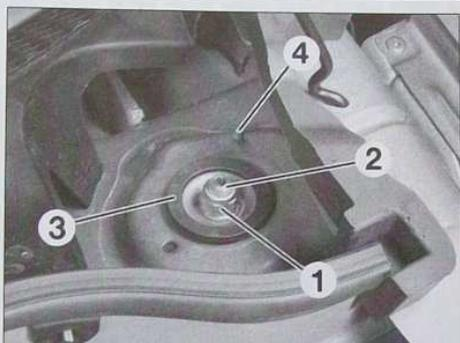
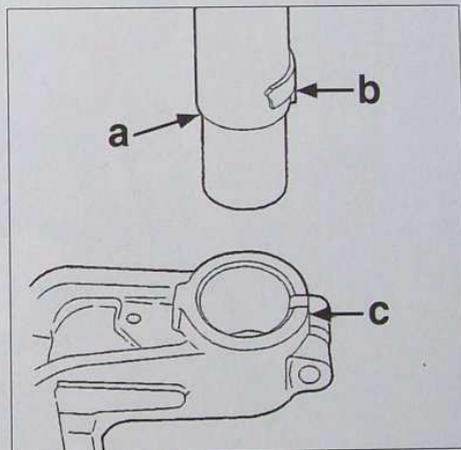

FIG.2
FIG.3
- Déposer l'écrou de fixation supérieure (1) de l'élément de suspension, tout en maintenant la tige d'amortisseur (2) à l'aide d'une clé Torx, et récupérer la cuvette (3) (Fig.2).
- Engager l'élément de suspension dans le passage de roue, en centrant son palier supérieur à l'aide du pion de centrage (4) (Fig.2).
- Reposer la cuvette (3) et l'écrou (1) puis serrer ce dernier.
- Écarter de nouveau la rainure du pivot et y engager l'élément de suspension en faisant coïncider le bossage (b) de l'amortisseur avec la rainure (c) du pivot (Fig.3).
- écarter de nouveau la rainure du pivot et y engager l'élément de suspension en faisant coïncider le bossage (b) de l'amortisseur avec la rainure (c) du pivot (Fig.3).